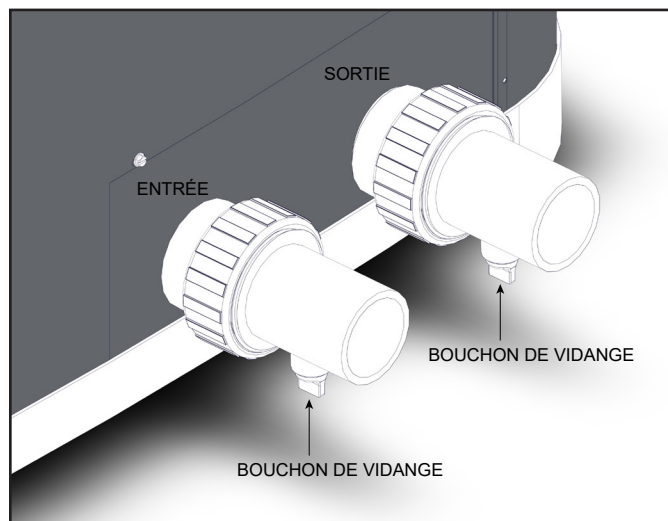

Figure 6. Raccords d'eau/de vidange
5. Les raccords d'entrée et de sortie sont munis de tés de vidange (voir Figure 6), ce qui est utile pour vidanger le système avant l'hivernage.
**REMARQUE:** Bien qu'il soit possible d'installer le raccord supérieur avec le bouchon de vidange verticalement, le fabricant suggère que l'installation des deux raccords avec les bouchons de vidange orientés vers le bas, comme illustré, en Figure 6 permet d'obtenir la meilleure vidange possible du système.